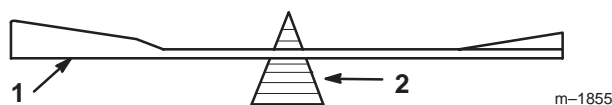
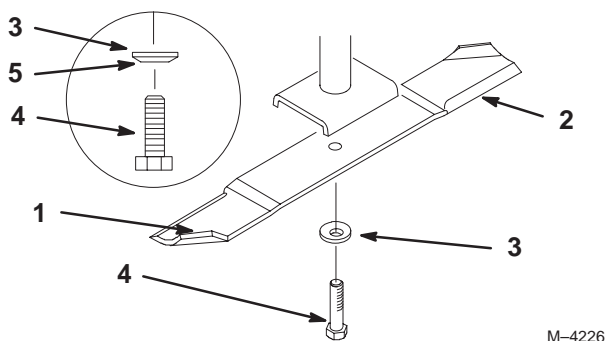

Figure 33
Figure 34
- Tenez la lame à son extrémité avec un chiffon ou un gant épais. Retirez le boulon, la rondelle élastique et la lame de l'axe de la lame (Fig. 34).
- Vérifiez l'équilibre de la lame en la plaçant sur un équilibreur (Fig. 33). Si la lame reste horizontale, elle est équilibrée et peut être utilisée. Si la lame est déséquilibrée, limez un peu l'extrémité de la partie incurvée seulement (Fig. 34). Répétez la procédure jusqu'à ce que la lame soit équilibrée.
- Placez la lame sur l'axe (Fig. 34).
- Installez la rondelle élastique et le boulon de la lame (Fig. 34). **Serrez le boulon à 115–150 Nm.**